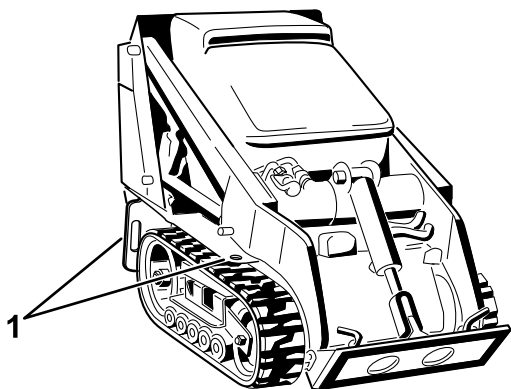

Figura 20
5. Caricate la macchina sul rimorchio con l'estremità più pesante sulla rampa, trasportando i carichi verso il basso (**Figura 20**).
- Abbassate la rampa Figura 20